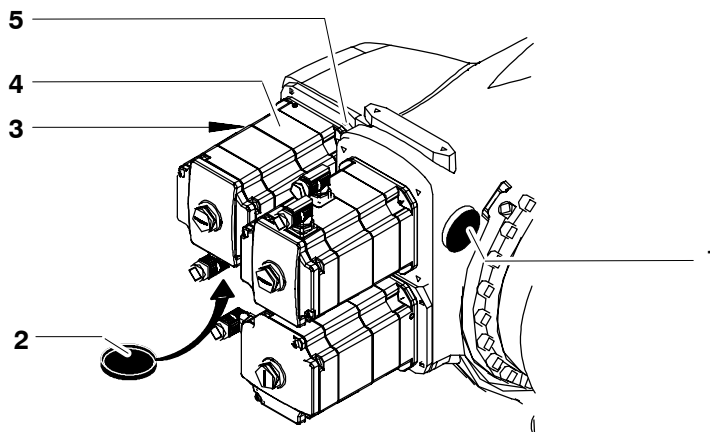

Fig. 96 Couvercle
(1) Enlever deux couvercles (Fig. 96/1, 2).
- (5) Desserrer la vis de serrage (Fig. 96/3).
- (6) Dévisser quatre vis à six pans creux (5) jusqu'à ce que l'on puisse déplacer l'unité d'entraînement A4 (3) sans jeu.
- (7) Serrer précautionneusement la vis de serrage (3) et remesurer la fréquence de la courroie dentée.
- (8) Répéter cette opération jusqu'à ce que la fréquence prescrite soit atteinte.
- (9) Serrer en croix quatre vis à six pans creux (4) avec une clé dynamométrique jusqu'à l'obtention de la valeur prescrite ($M_A = 23 \text{ Nm}$) en procédant par étapes.
- (12) Monter deux couvercles (Fig. 96/1, 2).